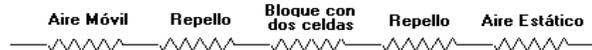

FIGURA 3. Diagrama de resistencia de pared
Para el cálculo de la ganancia de calor de las paredes se utiliza la Ecuación (1). Las características físicas de las paredes aparecen en la Tabla No 4. Ver Figura 3.